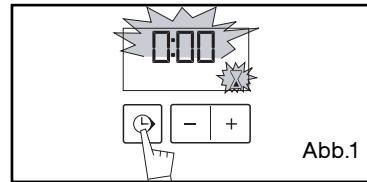

Abb.1
- Taste „“ (Abb. 1) drücken, bis das Symbol des Kurzzeitweckers  > 0.00 und eine kleine Sanduhr blinken.